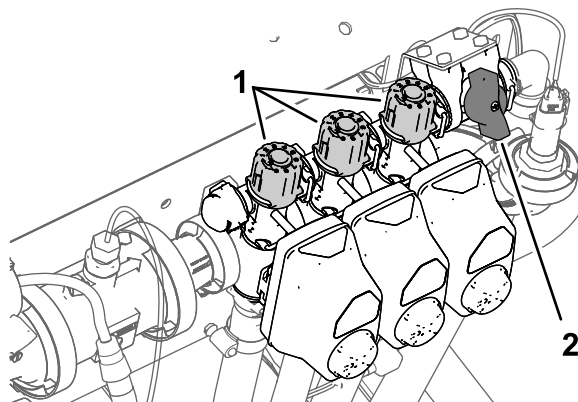

图 30
2. 关闭左喷洒臂段开关并调节喷洒臂段旁通旋钮图 30 直至显示的喷洒率达到表中所示的先前水平。
4. 调节右喷洒臂段旁通旋钮图 30 直至显示的喷洒率达到表中所示的先前水平。
6. 调节中喷洒臂段旁通旋钮图 30 直至显示的喷洒率达到表中所示的先前水平。